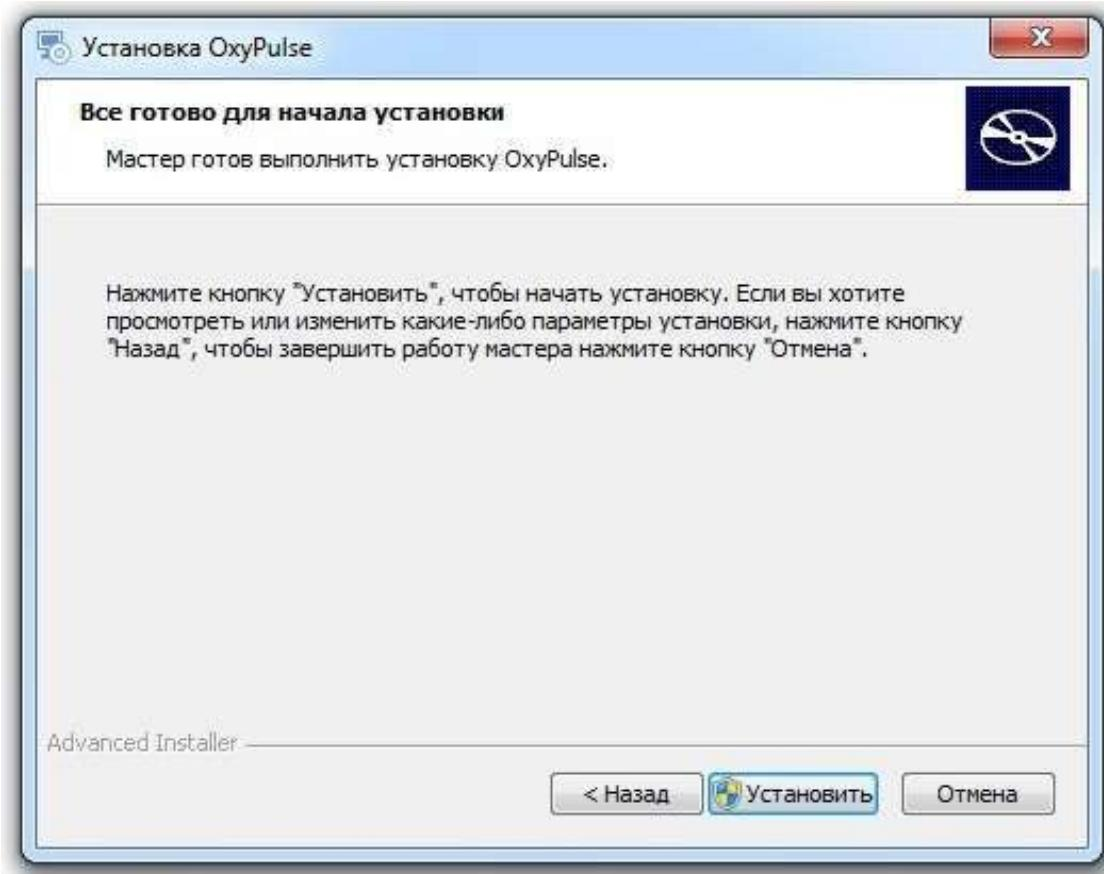

Рисунок 3.5 – Программа установки. Сообщение о начале установке
3.4.3.4 После выбора пути до целевой директории программа установки сообщает о том, что все готово для начала установки (рисунок 3.5). Нажать кнопку «Далее».